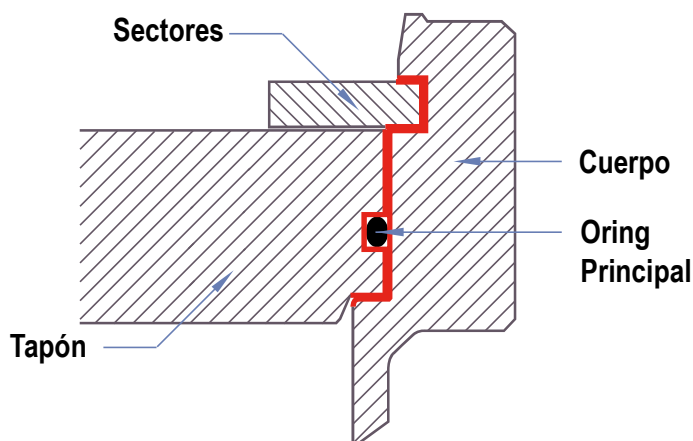

Fig. 10
f. Una vez concluido el proceso de soldadura, **y que el conjunto se encuentra a temperatura ambiente**, abrir la tapa y limpiar totalmente los restos de grasa, inclusive si están quemados y adheridos a las superficies en las zonas indicadas en la fig. 10 del punto 4.1 de este manual.
d. Lubricar abundantemente con grasa todas las zonas de contacto indicadas en la fig. 10, instalar el oring (previo control del mismo), engrasarlo y proceder con el cierre.